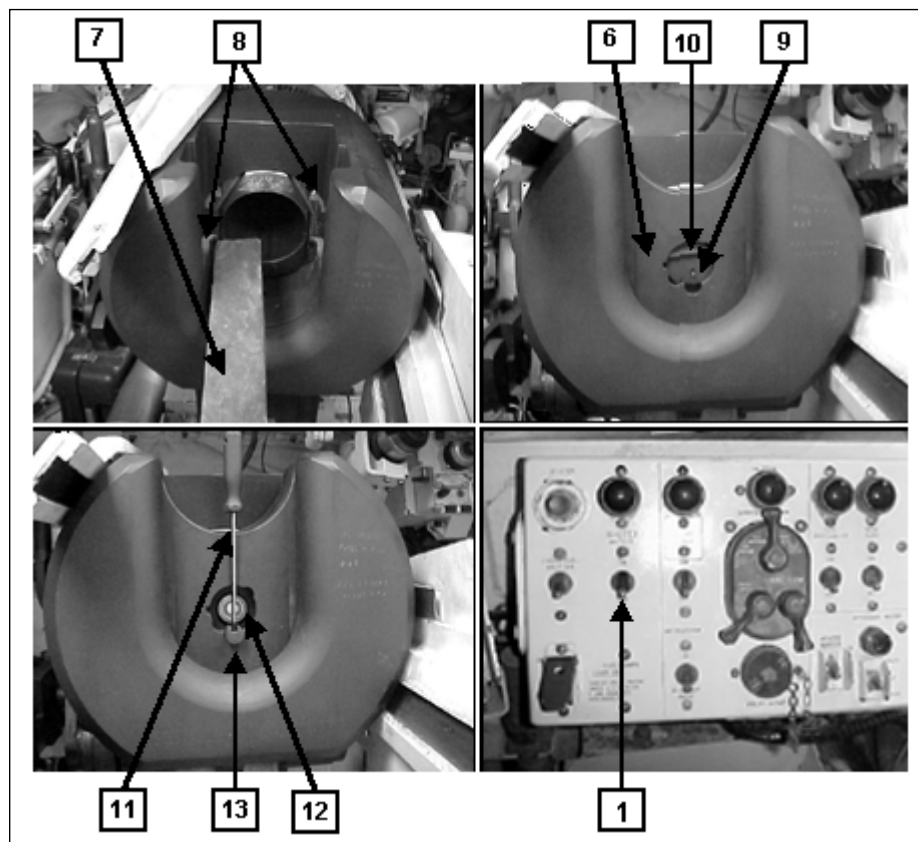

Fig 7-35. Retirada do dispositivo de percussão
(h) Pressionar o botão do dispositivo de percussão(9) para a direita, para liberar a mola. Girar o retém da mola(10) no sentido anti-horário para retirar o retém. O dispositivo poderá saltar de maneira perigosa (Fig 7-35).